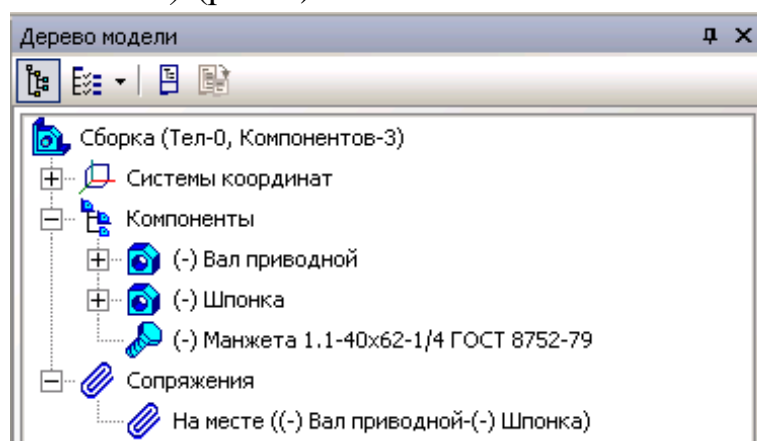

Рис. 5
13. Проверьте в Дереве построения, что в группе *Сопряжения* появилась строка *На месте (Вал\_приводной - Шпонка)* (рис. 5).